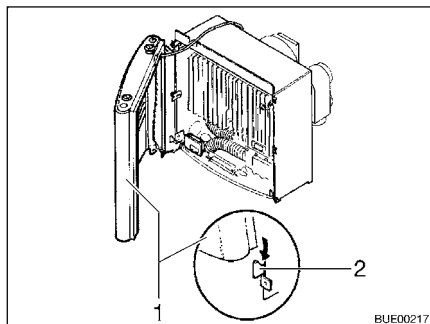

Bild 117 Hölje till värmeaggregatet, hållare
- Montera höljet på värmeaggregatet. Sätt höljet (Bild 117,1) på de nedre hållarna (Bild 117,2).